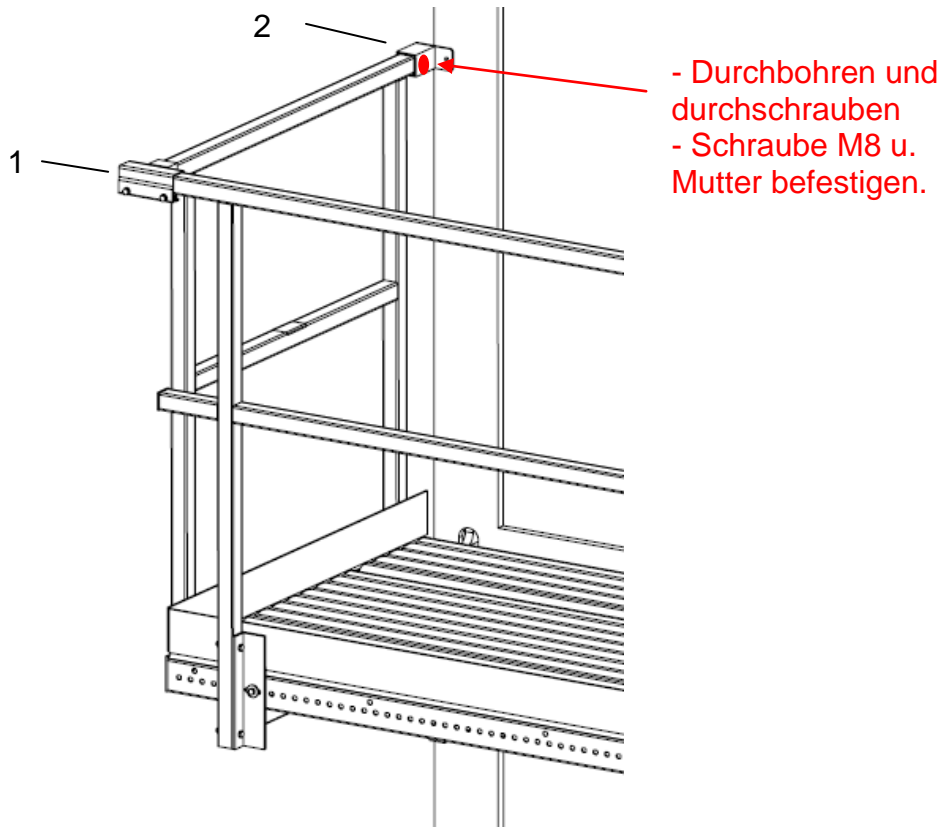
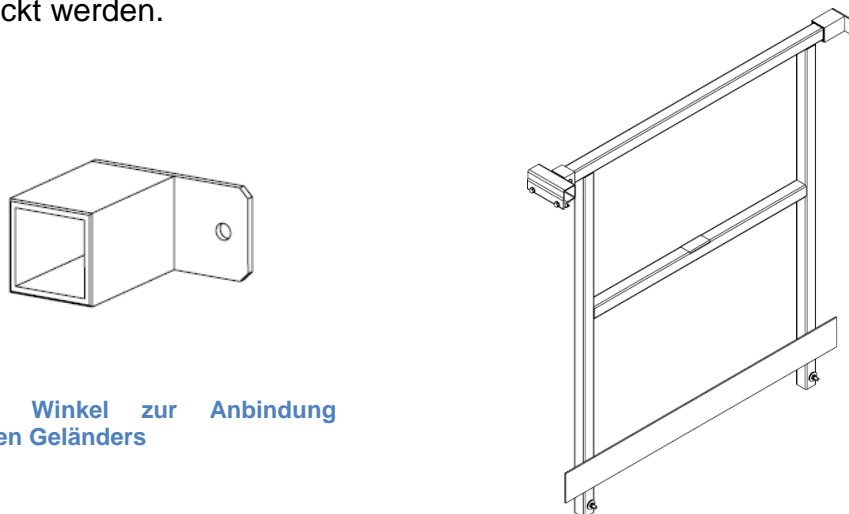

Abb. 53: Stirnseitiges Geländer mit Verbindern
Abb. 54: Winkel zur Anbindung stirnseitigen Geländers
→ Das stirnseitige Geländer **muss** mit Geländerverbinder (Abb. 53/1) und Geländerbefestigung f. Stirnseitengeländer (Abb. 53/2) verbunden werden. Ansonsten droht Absturzgefahr.
Vor der Montage muss die Geländerbefestigung f. Stirnseitengeländer (Abb. 54) entsprechend Abb. 53/2 und Abb. 54 auf das dem Container zugewandte obere Rohr gesteckt werden.
3. Zur Containerseite hin muß das stirnseitige Geländer mit dem Container bauseits über die Geländerbefestigung (s. Abb. 53/2 Art.Nr. 2-761007) verbunden werden.
4. Nachdem die Geländerbefestigung mit dem Container verbunden und das Stirnseitengeländer aufgebaut ist, muss die Geländerbefestigung mit dem Handlauf des Stirnseitengeländers gemäß Abb. 53 verschraubt werden.